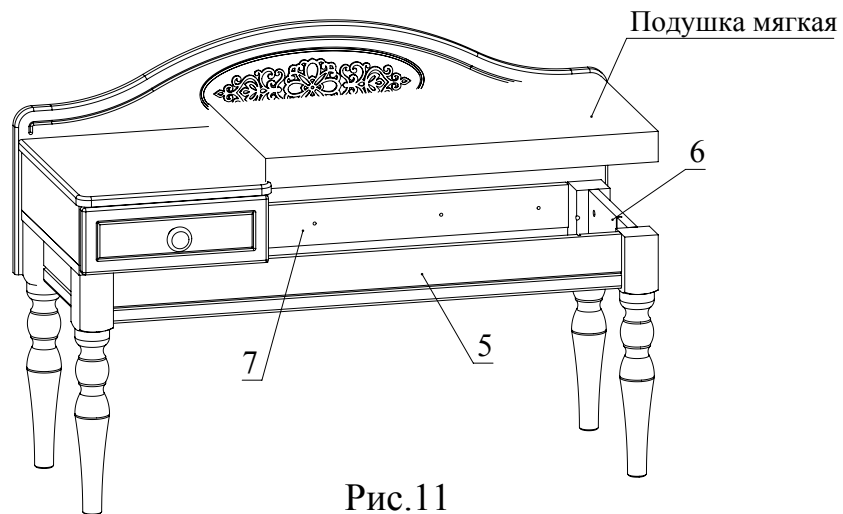

Рис.11
15. Установить подушку мягкую на детали 5, 6, 7 и закрепить ее при помощи уголков металлических и шурупов 3,5х16. Этим же способом скрепите детали 5 и 10 снизу (Рис. 11).